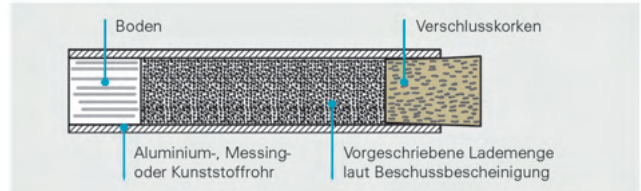

Abb. 37: Dosierung der Pulvermenge für einen Schuss (abgepackte Einzelladung)
- Die vorgeschriebenen Pulverladungen sind abzuwiegen oder mit einem Messbecher entsprechend den Angaben in der Beschussbescheinigung als abgepackte Einzelladungen vor dem Schießen abzufüllen (s. Abb. 37).